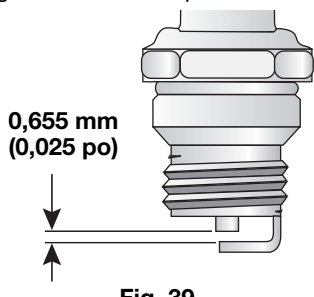

Fig. 39
3. Remplacez toute bougie fendillée, encrassée ou sale. Réglez l'écartement à 0,655 mm (0,025 po) à l'aide d'une jauge d'épaisseur (Fig. 39).